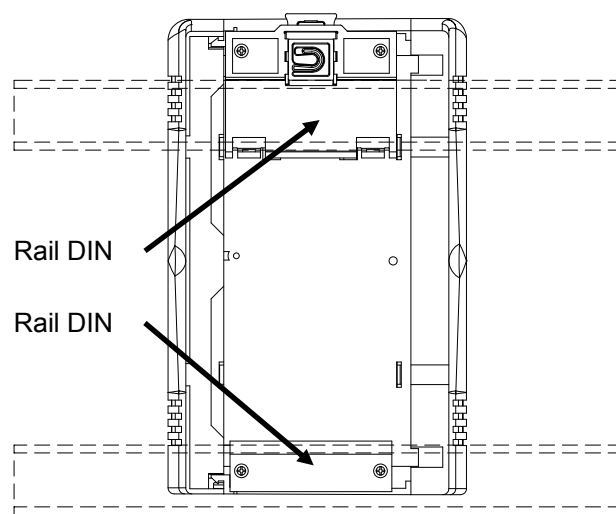

Figure 4. Dos de l'IBT
3. Le boîtier de l'IBT doit être monté sur deux rails DIN de 35 x 7,5 mm. Consultez la Figure 4.